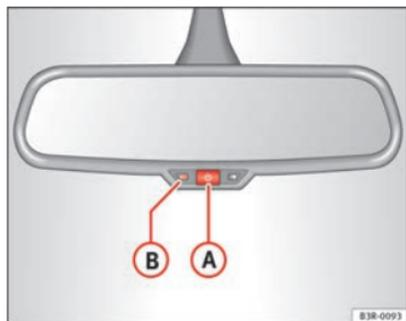

Fig. 102 Retrovisor interior con ajuste para posición antideslumbrante: Testigo de control e interruptor
- Pulse la tecla (A) ⇒ fig. 102. El testigo de control (B) se apaga.
- Pulse la tecla (A) ⇒ fig. 102. El testigo de control (B) se enciende.